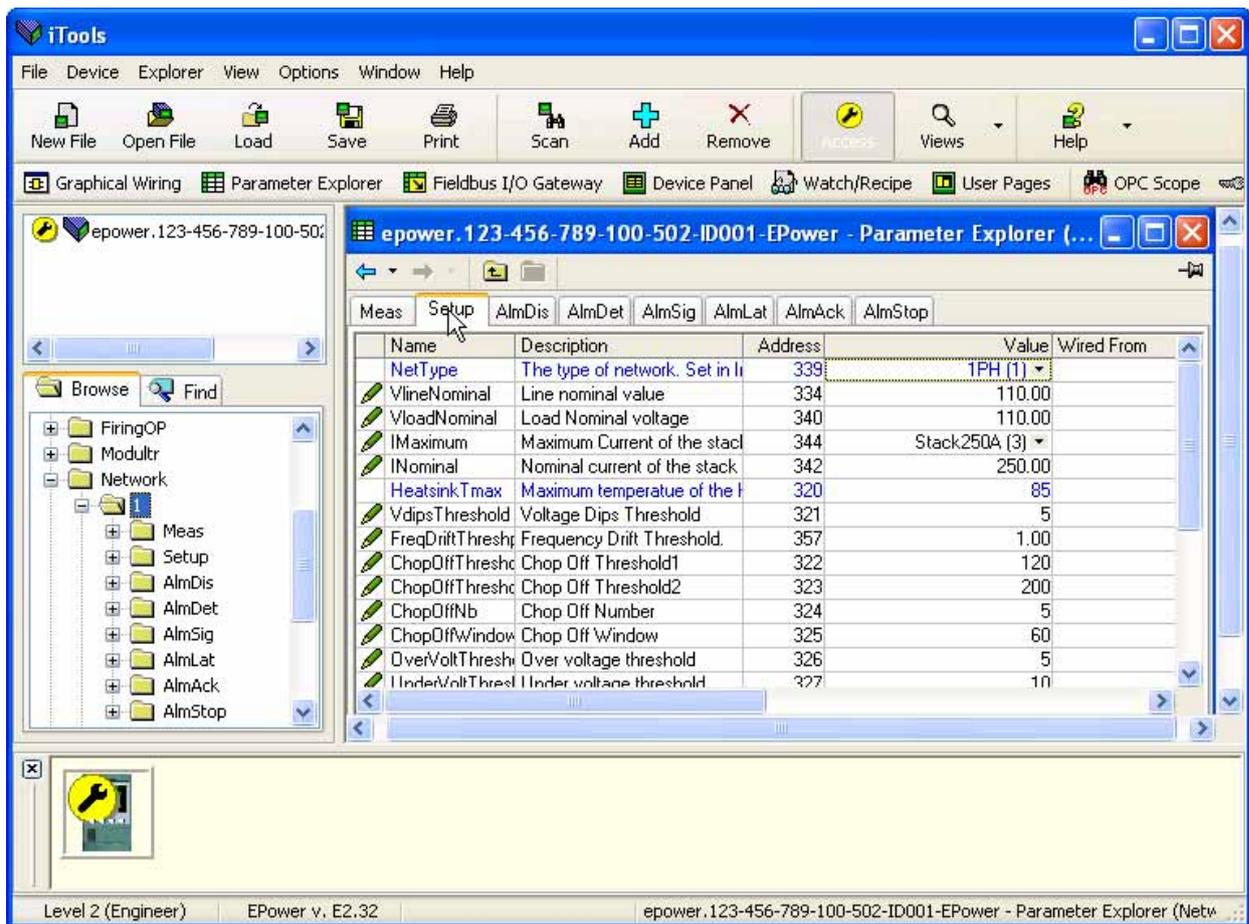
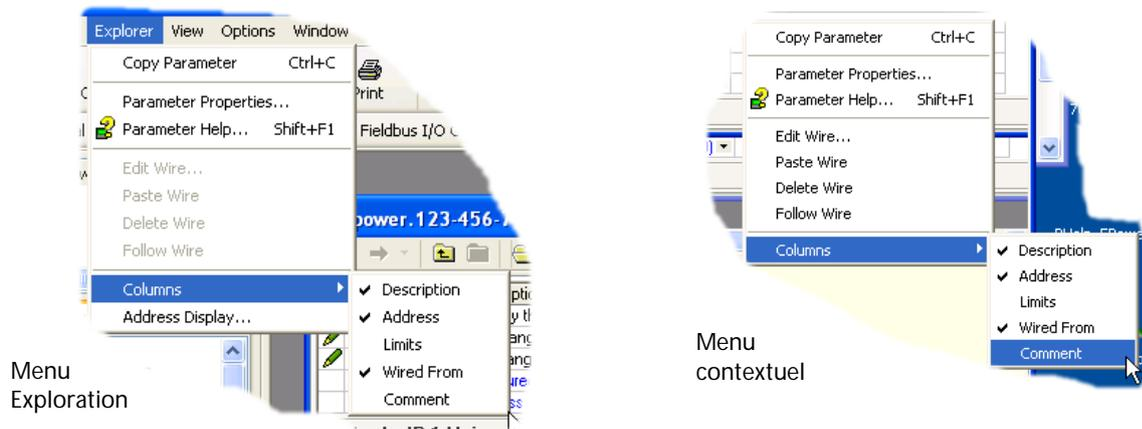

Figure 7.4a Exemple de tableau de paramètres
Figure 7.4b Validation/invalidation des colonnes
Dans chaque cas, les paramètres du bloc fonction apparaissent dans la fenêtre iTools sous forme tabulaire, comme dans l'exemple de la figure 7.4a ci-dessous.
La figure ci-dessus montre le tableau par défaut. Il est possible d'ajouter/supprimer des colonnes de l'affichage à l'aide de l'élément « Colonnes » des menus Exploration ou contextuel (figure 7.4b).
1. Les paramètres en bleu ne sont pas éditables (Lecture seule). Dans l'exemple ci-dessus, tous les paramètres sont à lecture seule. Les paramètres en lecture/écriture sont en noir et comportent un symbole représentant un « crayon » dans la colonne d'accès à la lecture/écriture sur le bord gauche du tableau. Plusieurs de ces éléments sont indiqués dans la figure 7.4a ci-dessus.
2. Colonnes. La fenêtre d'exploration par défaut (figure 7.4a) contient les colonnes « Nom », « Description », « Adresse », « Valeur », et « Connexion ». Comme la figure 7.4b le montre, les colonnes à afficher peuvent être sélectionnées, dans une certaine mesure, à l'aide du menu « Exploration » ou du menu contextuel. Les « Limites » ont été validées pour l'exemple ci-dessus.
3. Paramètres cachés. Par défaut, iTools cache des paramètres qui sont considérés ne pas être significatifs le contexte actuel. Ces paramètres cachés peuvent être affichés dans le tableau à l'aide de l'élément « Réglage de disponibilité des paramètres » dans le menu Options (figure 7.4b). Ces éléments sont affichés sur une trame de fond.
Permet à l'utilisateur de valider/invalider plusieurs colonnes du tableau de paramètres (figure 7.4b).